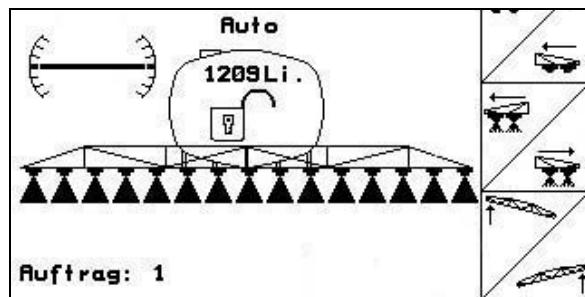

Fig. 85
- I arbetsmenyn indikeras att sprutrampen står horisontalt (Fig. 85/1).